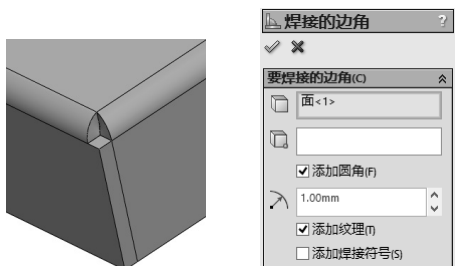

图 6-12 创建“焊接的边角”操作
STEP 4 单击“钣金”工具栏中的“焊接的边角”按钮，选择钣金件下面的边角面执行，焊接边角操作，如图 6-12 所示（并再次执行“焊接的边角”操作，将另外一个边角也进行焊接即可）。